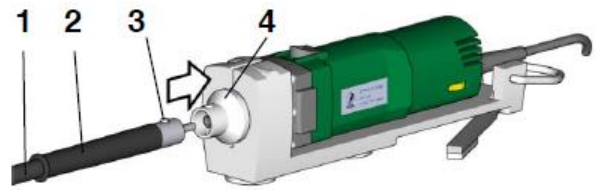

Fig. 3 Raccord de l'arbre carré
Le bouton à ressort de blocage (3) doit s'engager dans l'alésage du manchon de l'entraînement (4) (voir fig. 3).